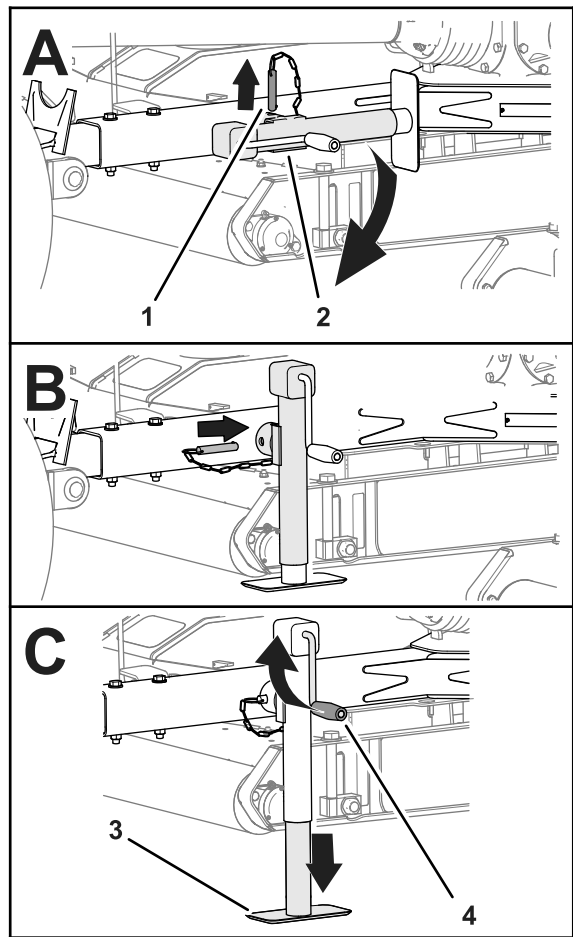

Bild 23
3. Entfernen Sie den Stift und schwenken Sie den Deichselheber nach unten (Bild 23).
4. Fluchten Sie das Loch in der Deichsel mit dem Loch im Deichselheber (Bild 23).
5. Stecken Sie den Stift durch das Loch in der Deichsel und den Deichselheber (Bild 23).
2. Drehen Sie die Deichselheberkurbel, um das Ständer vollständig anzuheben; siehe Bild 23 in Abstützen des Mähers mit dem Deichselheber (Seite 18).